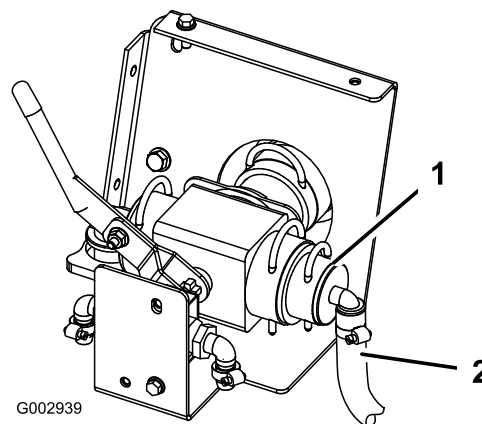

Figura 39
22. Ligue o conjunto do tubo de 19 mm ao conjunto da válvula de controlo virado para a dianteira do veículo (Figura 39).